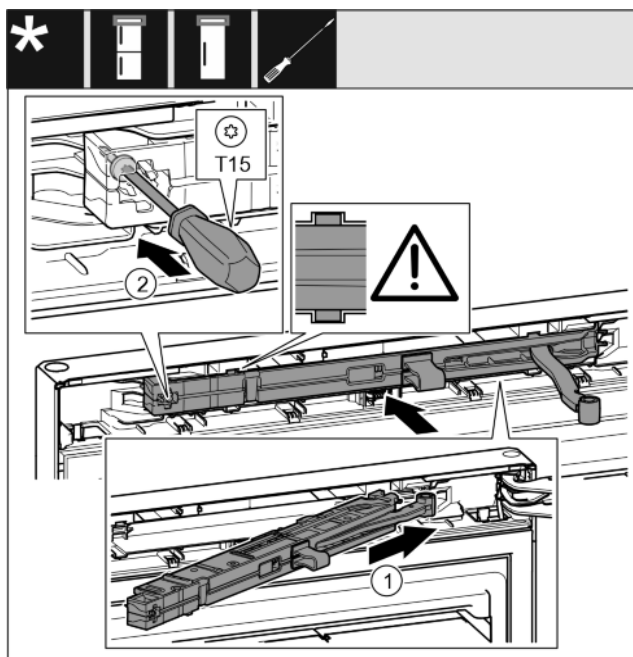

Fig. 38
- ▶ Tolja be ferdén, ütközésig a záráscsillapító egységet a mélyedésbe a csapágybak felőli oldalán. *Fig. 38 (1)*
- ▶ Húzza meg a csavart egy T15 csavarhúzóval. Fig. 38 (2)